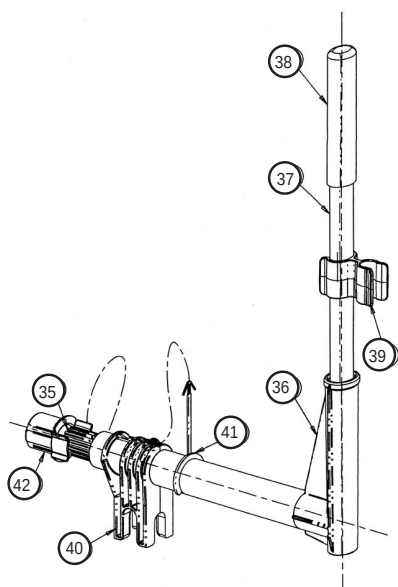

FIG. 4
3. Enlever l'agrafe (fig. 4, réf. 41) du bas de la base du réservoir. Déposer la poignée de la pompe.
BRAS DE LEVIER DE POMPE (FIG. 4)